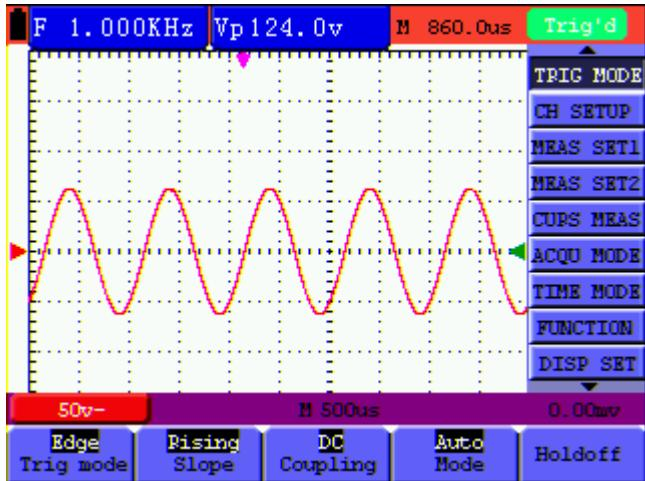

Рисунок 6. Меню осциллографа
Следующий пример показывает, как можно использовать предусмотренные в приборе меню для выбора функций (см. рисунок 6).
- Выберите одну из кнопок **F1-F5** и нажмите ее для изменения настроек функций (см. рисунок 6).